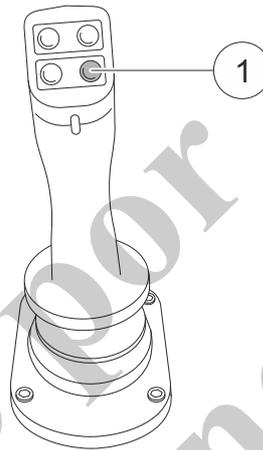

Fig. 273 Bocina
- 8 Presione el botón (1, Fig. 273) de la palanca de control derecha.